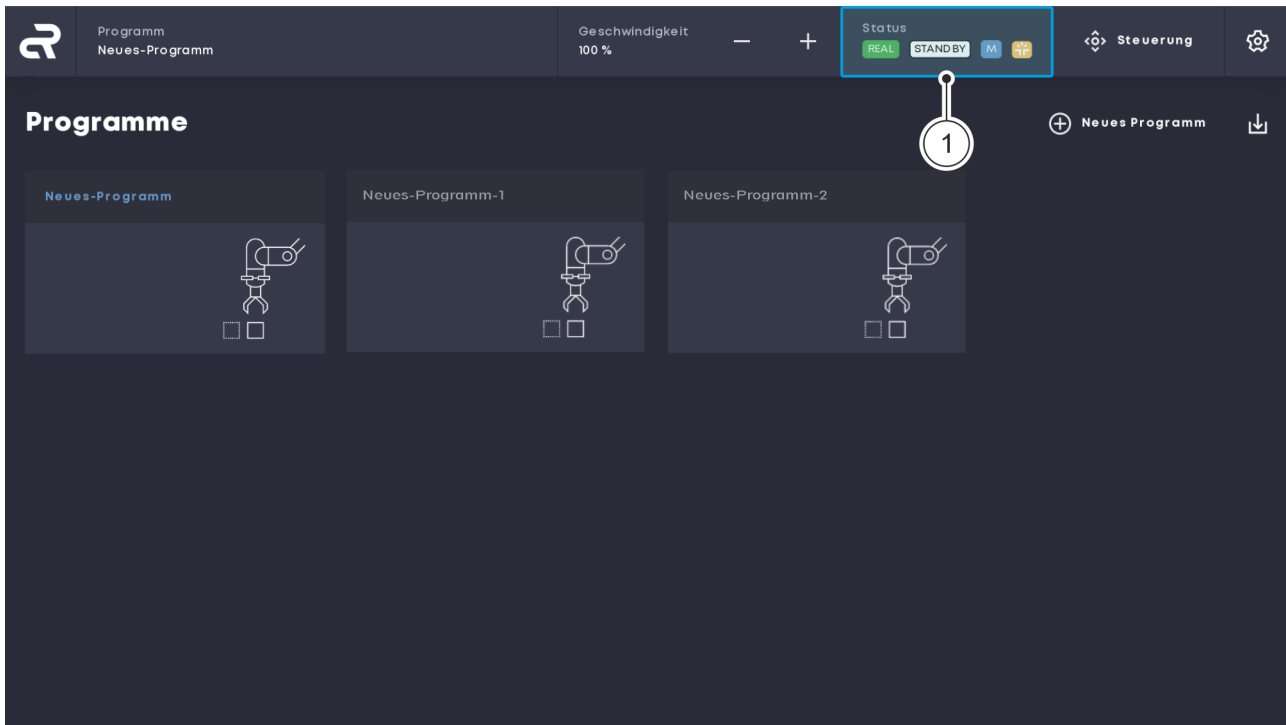

Abb. 63 Hauptbildschirm
01. Im Hauptbildschirm auf die Schaltfläche „Status“ klicken, um das Menü „Status“ zu öffnen Abb. 63 / ①.